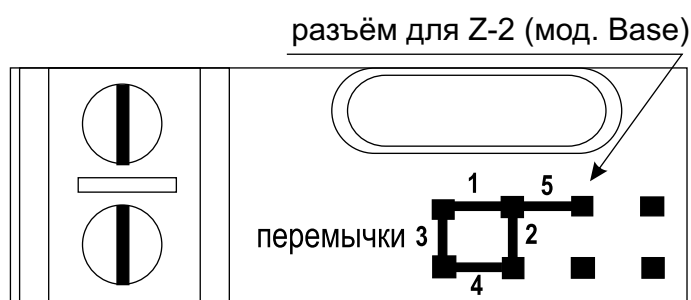
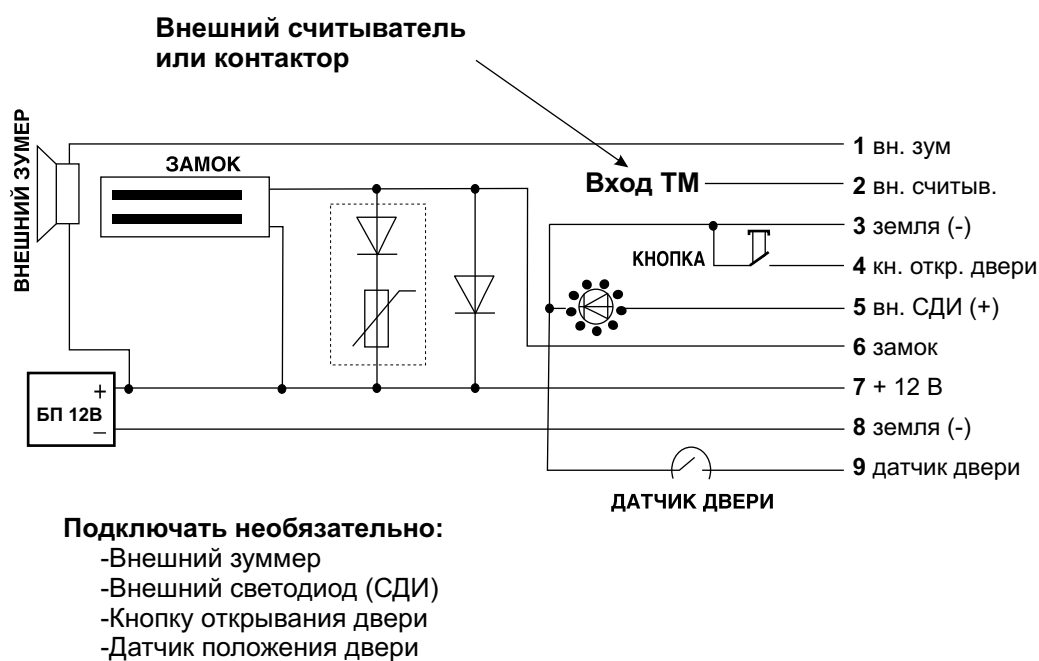

Рис. 3 Положение перемычек
Рис. 6 Подключение внешних устройств
В комплект поставки контроллера Z-5R входит перемычка, которая используется для программирования контроллера (всего пять положений) (см. рис.3).
Для уменьшения этой зависимости в контроллер встроена схема гашения тока, которая превращает «лишнюю» энергию в обмотке замка в тепло, что существенно сокращает время срабатывания замка. Однако возможности схемы не безграничны, и при трафике более 25 проходов за 5 минут она может выйти из строя из-за перегрева. Для защиты схемы гашения тока для таких точек прохода необходимо установить шунтирующий диод параллельно обмотке замка. После этого время срабатывания (открывания) электромагнитного замка может возрасти на 1-3 секунды по сравнению с работающей схемой гашения тока. Если такое увеличение времени неприемлемо, то рекомендуется последовательно с диодом установить варистор на напряжение до 14 вольт и рассеиваемой энергией от 0,7 Дж (рекомендуется V8ZA2P) (см. рис.6).
4. Установите защитный диод (см. рис.6). В случае, если замок электромеханический, установите перемычку в положение 1 (см. рис.3).